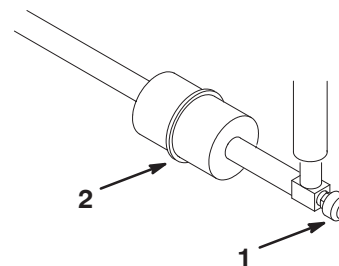

Figure 40
Le filtre à carburant est incorporé dans la conduite d'alimentation, entre le réservoir de carburant et le carburateur (Fig. 40). Remplacez le filtre toutes les 800 heures de fonctionnement, ou plus tôt si le débit de carburant est limité. Vérifiez que la flèche qui se trouve sur le filtre pointe bien dans la direction opposée au réservoir de carburant.
1. Fermez le robinet de carburant, desserrez le collier de flexible côté carburateur et débranchez la conduite d'alimentation du filtre (Fig. 40).
2. Placez un bac de vidange sous le filtre, desserrez l'autre collier de flexible et déposez le filtre (Fig. 40).